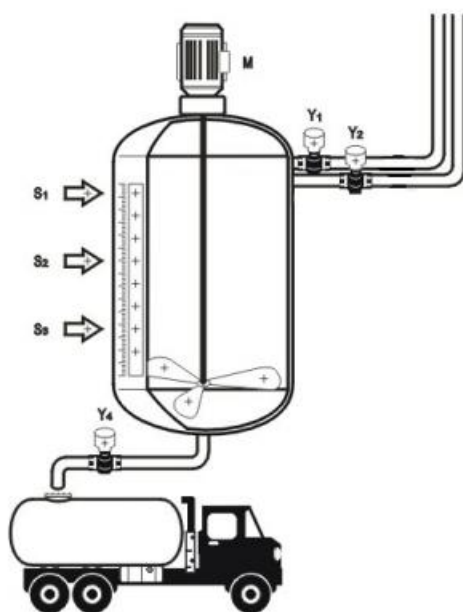

图 2 多种液体自动混合示意模拟图
(1)任务描述：某企业承担了一个二种液体自动混合装置设计任务，多种液体自动混合示意模拟图如下图 2 所示。该系统由储水器 1 台，搅拌机一台，三个液位传感器，二个进水电磁阀 Y1、Y2 和一个出水 Y4 电磁阀所组成。初始状态储水器中没有液体，电磁阀 Y1、Y2、Y4 没有工作，搅拌机 M 停止动作，液面传感器 S1，S2，S3 均没有信号输出。